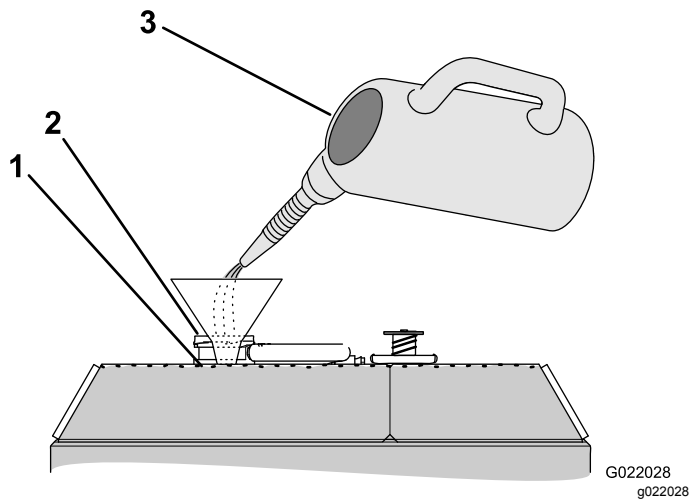

Figura 116
4. Llene el radiador de refrigerante hasta que el nivel de fluido llegue a la parte inferior del cuello de llenado (Figura 116).